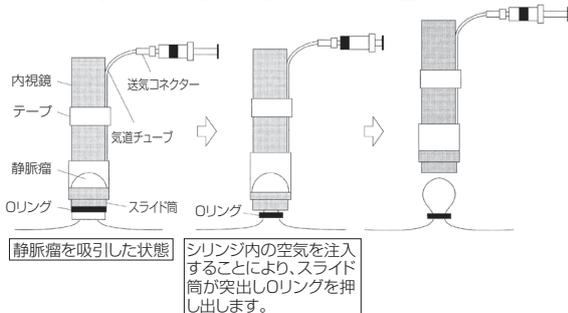

図5
13. 目標静脈瘤に対し十分に吸引がかかり、視野が“赤玉”になった状態で、送気コネクターに接続したシリンジより約2mLの空気を一気に注入する。スライド筒が前方に突出し、Oリングが離脱して静脈瘤が結さつされる。(図5)